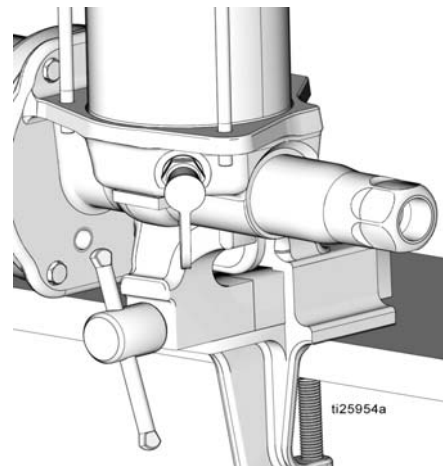

FIG. 11
6. Serrer la base de la pompe dans un étau comme indiqué à la FIG. 11. Utiliser un étau à mâchoire tendre ou placer un chiffon dans la mâchoire pour protéger la surface de la base de la pompe.